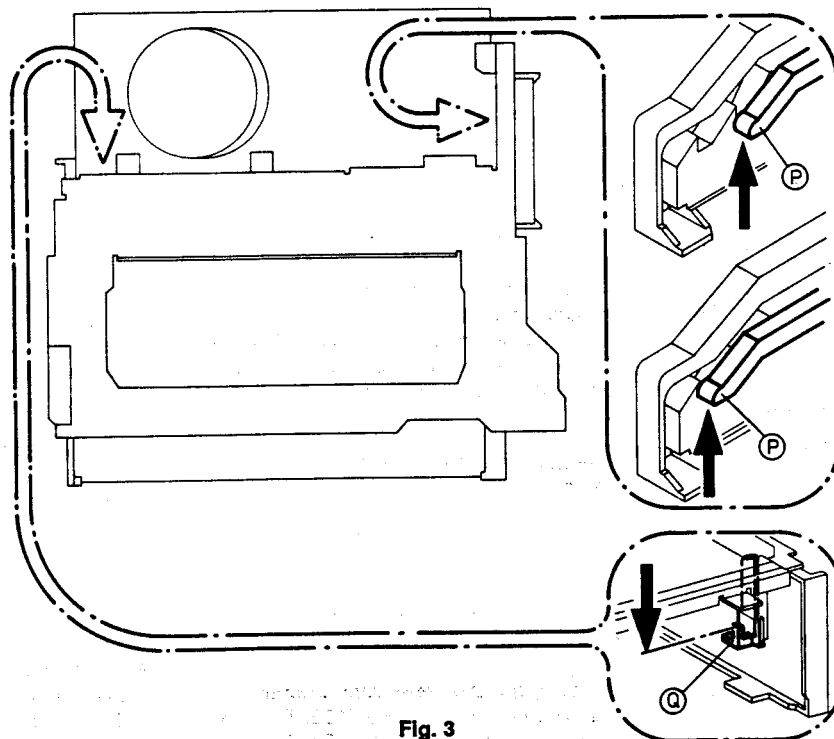

Fig. 3
- Riemenscheibe (137) ca. 3 Umdrehungen im Uhrzeigersinn drehen.
- Sicherungshebel (P) ausrasten (Fig. 3).
- Riemenscheibe (137) um eine Umdrehung weiterdrehen.
- Hebel (Q) nach unten drücken und Sicherungshebel (P) erneut ausrasten.
- Cassettenschacht durch Weiterdrehen der Riemenscheibe (137) vollständig absenken
- Rotate the drive belt pulley (137) approx. 3 revolutions in the clockwise directions.
- Release the locking lever (P) (Fig. 3).
- Rotate the drive belt pulley (137) by one more revolution.
- Push the lever (Q) down and release the locking lever (P) once again.
- Lower the cassette compartment fully by rotating the drive belt pulley (137) further in a clockwise direction.
- Ruotare la puleggia della cinghia (137) di 3 giri circa in senso orario.
- Sbloccare la leva di sicurezza (P) (fig. 3).
- Ruotare ancora di 1 giro la puleggia (137)
- Premere verso il basso la leva (Q) e sbloccare nuovamente la leva (P).
- Ruotare ulteriormente la puleggia (137) in senso orario fino ad abbassare completamente il vano cassetta.